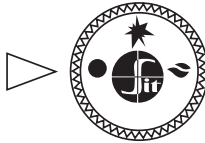

Рис. 8.
- 7.2. В исходном (выключенном) положении ручка управления находится в положении «точка» (рис. 8). Пилотная и основные горелки погашены (подается газ к ним заблокирован).